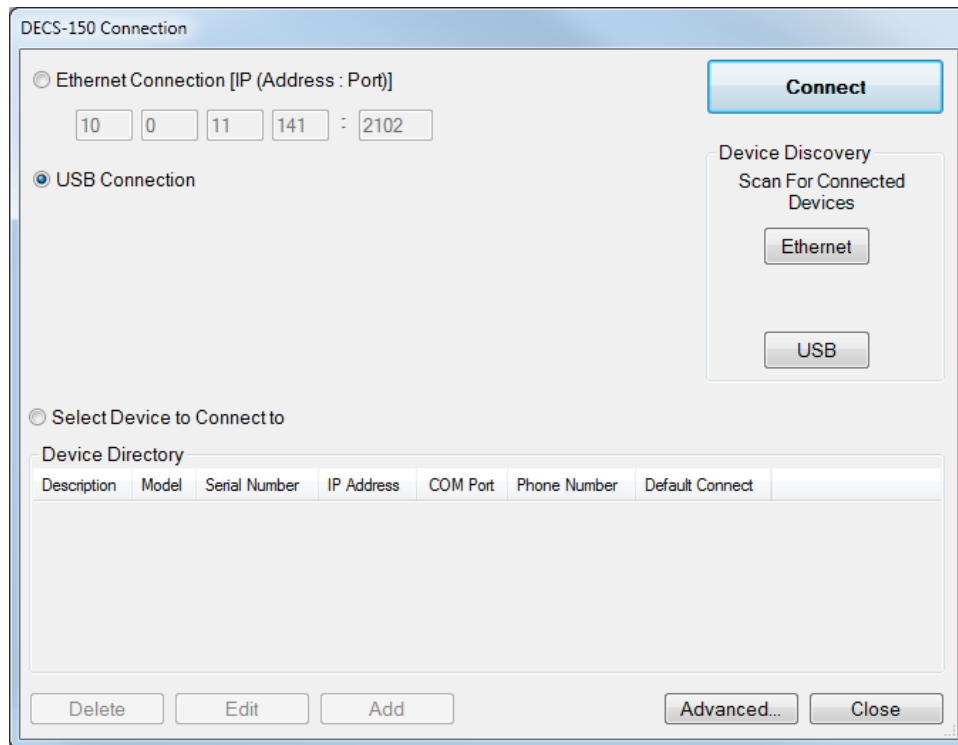

Figure 20-3. Fenêtre Connexion DECS-150
3. Dans *BESTCOMSPPlus*[®], cliquez sur Communication, Nouvelle connexion, DECS-150 ou cliquez sur le bouton Connecter dans la barre de menus inférieure. La fenêtre Connexion DECS-150 apparaît comme illustrée dans la Figure 20-3.